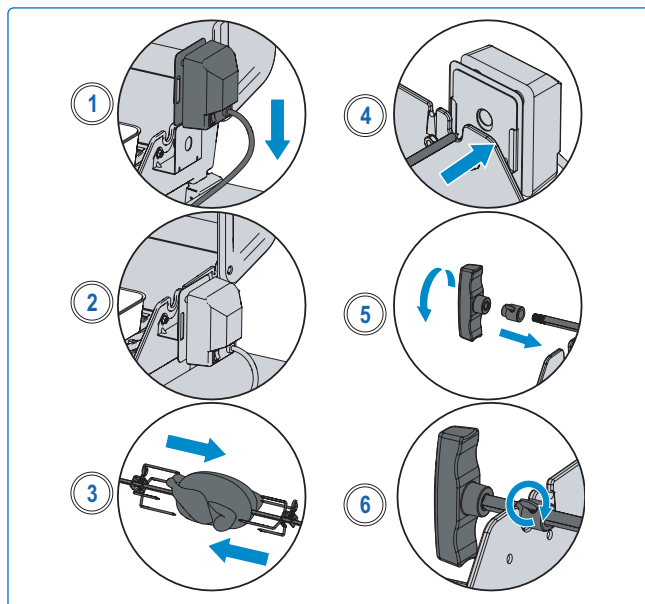

Fig. 16
5. Inserire la seconda forchetta dello spiedo sull'asta e spingerla nei polli fino a che tutti e 3 i polli siano ben stretti insieme. Stringere (**Fig 16**).